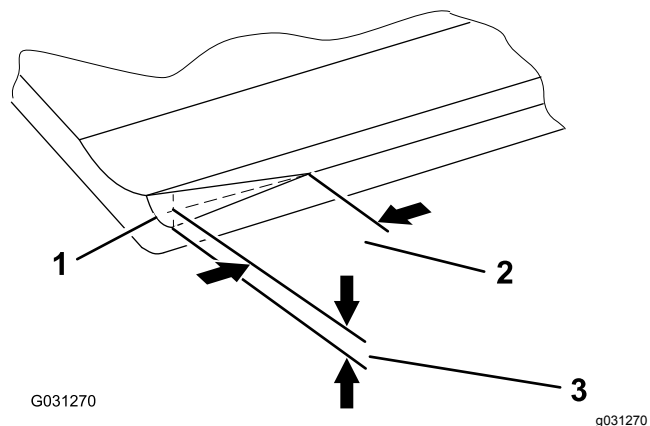

图 8
**注意** 经过一段时间您需要对槽 图 8 进行打磨因为它的设计寿命仅为底刀寿命的 40%。